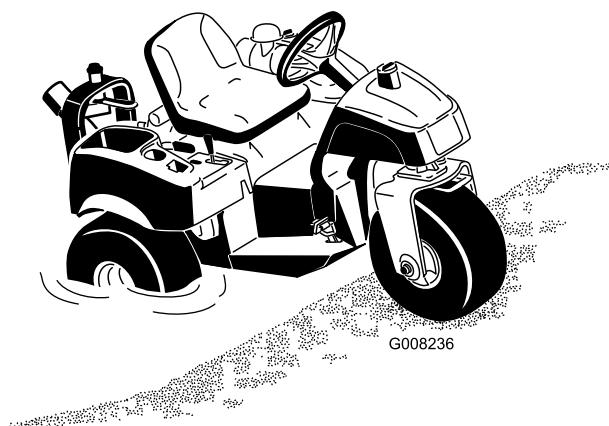

図 11
1. サンドプロを始動して、バックでゆっくりとバンカーの一番浅い部分に乗り入れる。サンドプロのホイールハブの高さ（図 11）より深いところには乗り入れないこと。